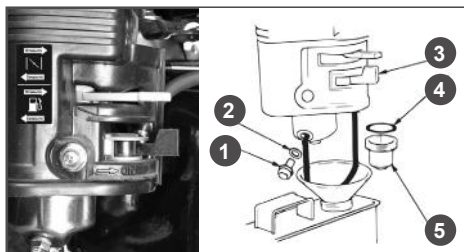

Рис.24 Обслуживание фильтра-отстойника карбюратора
1. Установите рычаг топливного крана в положение «ЗАКРЫТО» (Рис. 24).